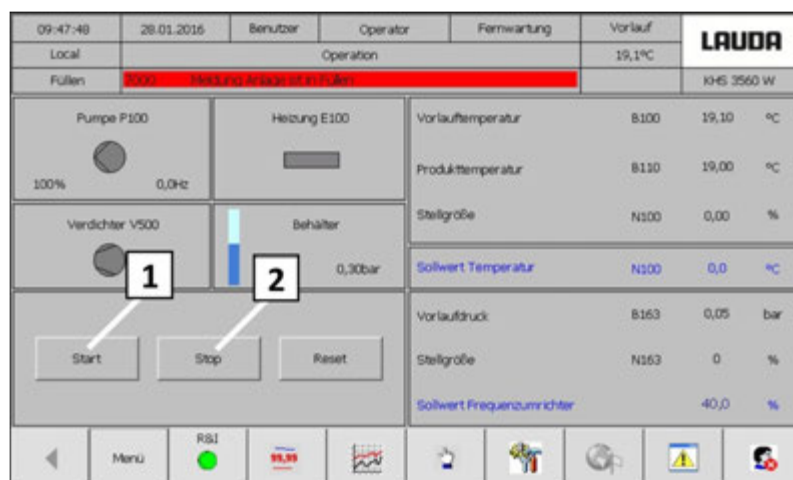

Рис. 34: Экран «Работа»
21. Путем нажатия кнопки «Старт» (Рис. 34 [1]) и сразу после этого кнопки «Стоп» (Рис. 34 [2]) проверить направление вращения вала двигателя циркуляционного насоса.